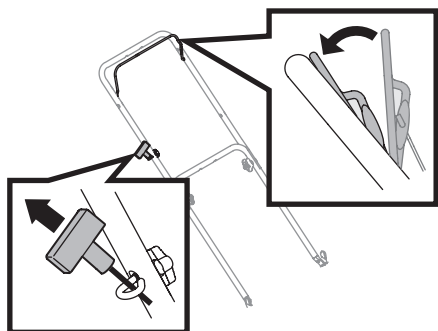

Figure 6
1. Placez-vous derrière l'appareil et serrez la commande de la lame contre la poignée supérieure(Figure 6).